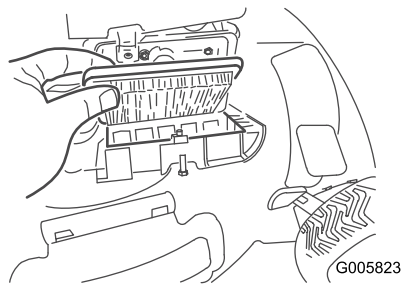

Figura 25
- Sostituite il filtro dell'aria (Figura 25).